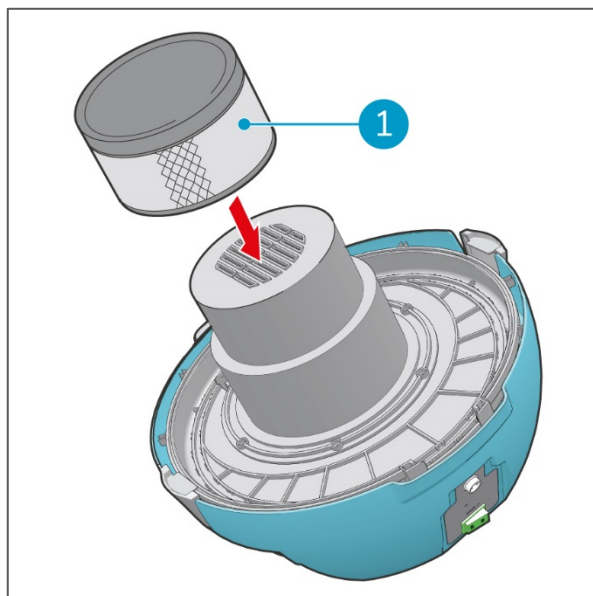

Abbildung 25
6. Heben Sie den alten Motorfilter an (Figure 25, Pos. 1), um ihn herauszunehmen.
7. Setzen Sie den neuen Motorfilter ein (Figure 25, Pos. 1).